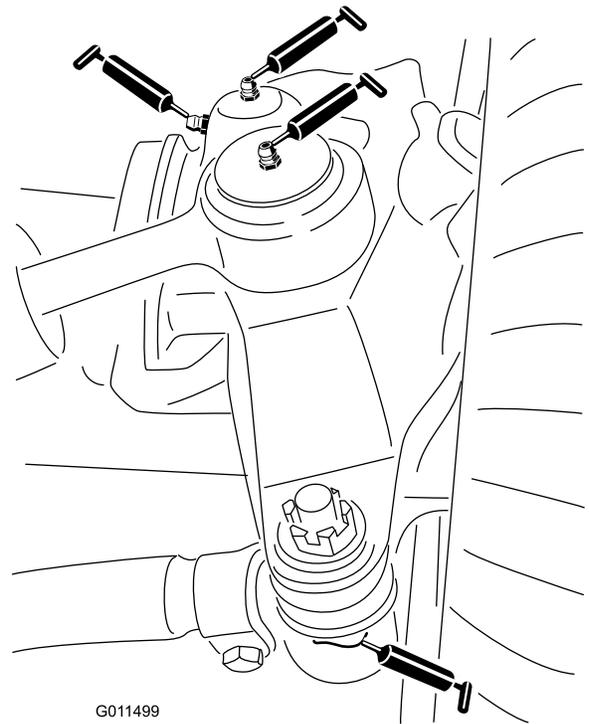

Bild 42
- Zwei Lenkzylinder-Kugelgelenke (Bild 42)
- Zwei Spurstangen-Kugelgelenke (Bild 42)
- Zwei Achsschenkelbüchsen (Bild 42).